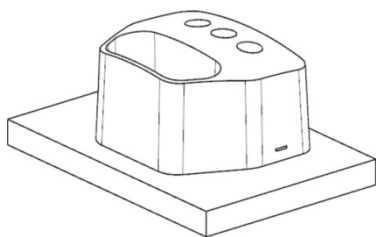
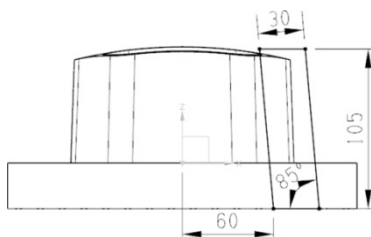

图 14-12 打开 btcore.prt 零件图
图 14-13 绘制截面
(25) 在“装配导航器”中选中 **btcore** → 单击鼠标右键 → 选取“设为显示部件”命令，打开 btcore.prt 零件图，如图 14-12 所示。
(26) 选取“菜单 | 插入 | 基准/点 | 基准 CSYS”，单击“确定”按钮，创建基准坐标系。
(27) 选取“菜单 | 格式 | 图层设置”命令，设定第 2 层为工作图层。
(28) 单击“拉伸”按钮 ，在【拉伸】对话框中单击“绘制截面”按钮 ，选取 ZOX 平面为草绘平面，绘制一个截面，如图 14-13 所示。